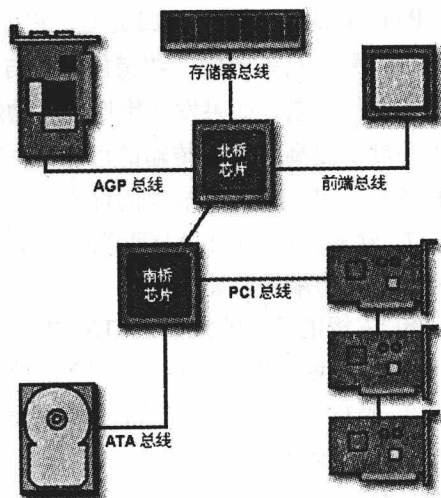

图 1.1.1 芯片组与主要硬件连接图
① 中央处理器 (CPU): 负责程序运算和内部控制。
② 内存 (memory): 计算机运行程序的时候, 是将文件和程序读到内存里再运行, 中间数据也保存在内存里。
③ 显卡 (Video card、Graphics Card): 控制计算机的图形输出。
④ 外部存储器: 包括硬盘 (hard disk)、光盘 (CD-ROM)、软盘 (floppy)、移动硬盘、U 盘等。
⑤ 输入设备: 包括键盘 (keyboard)、鼠标 (mouse)、麦克风 (mic)、扫描仪 (scanner)、数码相机 (digital camera)、摄像头、手写板等。
⑥ 输出设备: 包括显示器 (display)、打印机 (printer)、音箱或喇叭 (speaker) 等。
⑦ 其他扩展设备: 包括网卡 (lan card)、声卡 (sound card、audio)、调制解调器 (Modem)、电视卡等。
⑧ 主板 (main board, system board, mother board): 所有的硬件全部通过主板连接在一起。芯片组是主板上集成的一部分, 因此无法拆除或对它进行升级。这意味着, 不仅主板的插槽要与 CPU 相匹配, 而且主板的芯片组也必须能与 CPU 进行最理想的协作。主板上的芯片组就好像一座桥梁, 它将微处理器与主板的其他部分连接, 继而与计算机的其他部分相连。在一台 PC 上, 芯片组包括两个基本部分——北桥和南桥。计算机的所有不同部件都通过芯片组与 CPU 通信。北桥通过前端总线 (FSB) 直接连接到处理器。内存控制器位于北桥上, 这样可让 CPU 快速访问内存。北桥还连接到 AGP 或 PCI Express 总线并与内存连接。南桥要比北桥慢, 而且 CPU 中的信息必须经过北桥才能到达南桥。其他总线将南桥连接到 PCI 总线、USB 端口以及 IDE 或 SATA 硬盘接口。芯片组选择与 CPU 选择有着密切的关系, 因为制造商会对芯片组进行优化以使其与特定的 CPU 配套使用。图 1.1.1 是芯片组与主要硬件连接图。